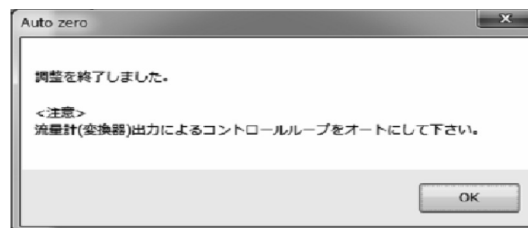

図140
- ⑤ 「OK」 をクリックし、ゼロ点調整が実行され、終了すると、メッセージボックス (図140) が表示されますので、「OK」 ボタンをクリックすれば自動ゼロ点調整は終了です。